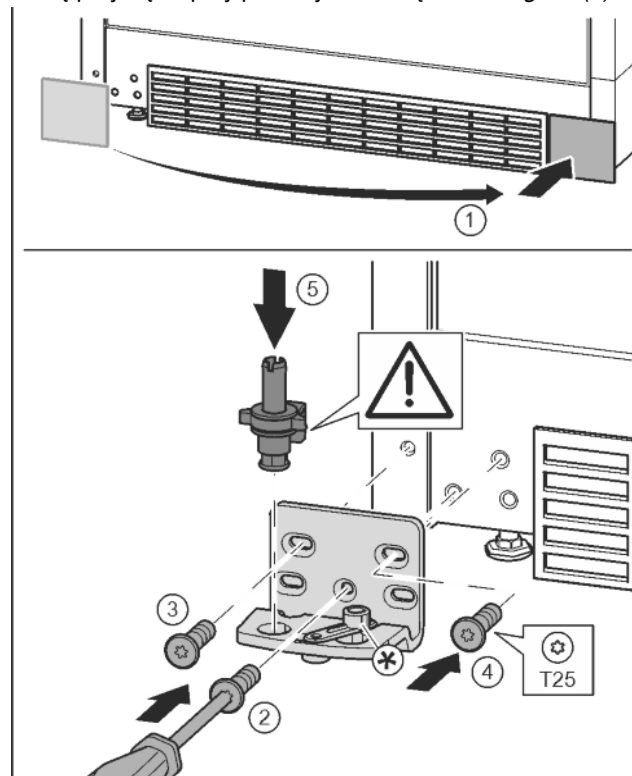

Fig. 18
- ▶ Zdjąć osłonę i założyć z drugiej strony. Fig. 18 (1)
- ▶ Płytkę zawiasu założyć z drugiej strony i przykręcić przy pomocy śrubokręta T25. Rozpocząć śruby 2 dolnej umieszczonej na środku. Fig. 18 (2)
- ▶ Dokręcić śrubę 3 i 4. Fig. 18 (3, 4)
- ▶ Założyć cały sworzeń płytki zawiasu. Przy tym zwrócić uwagę, by krzywka zatraskowa wskazywała do tyłu. Fig. 18 (5)